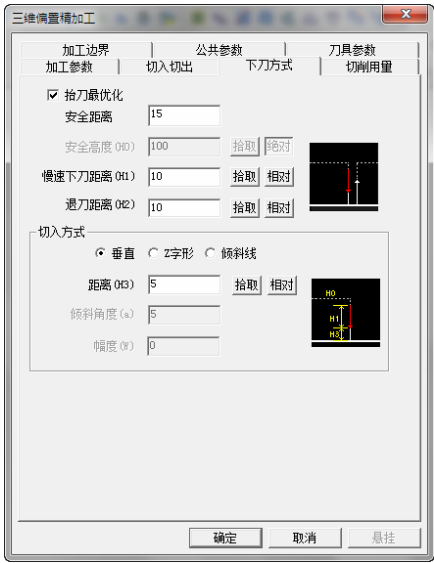

图 8-191 “下刀方式”选项卡
3) 单击 “ 下刀方式 ” 选项卡, 勾选 “ 抬刀最优化 ” 按钮, 设置 “ 安全距离 ” “ 慢速下刀距离 ” “ 退刀距离 ” 具体参数数值如图 8-191 所示。